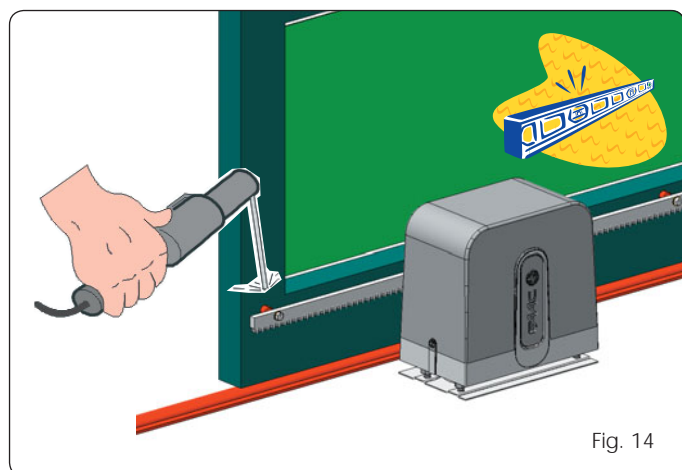

Fig. 14
3. Poser horizontalement sur le pignon le premier élément de la crémaillère et souder le cliquet taraudé sur le portail comme indiqué dans la Fig. 14.